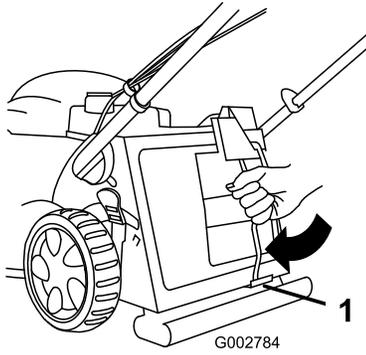

Figure 31
3. Insérez l'obturateur de mulching et tournez la tige de verrouillage jusqu'à ce qu'elle se bloque en position en haut et en bas (Figure 31).